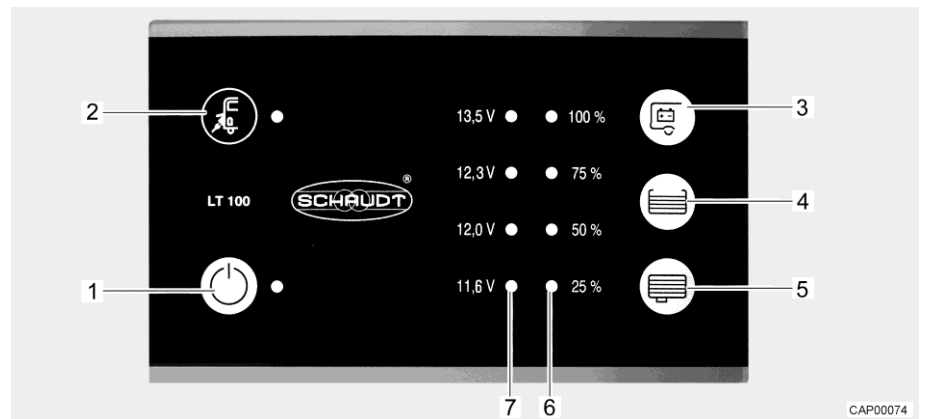

Fig. 31 Panel (LT 100)
El LED amarillo en el símbolo de conexión a la red "  " (Fig. 31,2) estará iluminado mientras que el vehículo esté conectado a una alimentación de red externa. Entonces, el LED también estará iluminado al estar el panel desconectado.
El interruptor principal de 12 V (Fig. 31,1) conecta y desconecta el panel y la alimentación de 12 V del habitáculo.
Conectar: ■ Pulsar el interruptor "☺" (Fig. 31,1): La alimentación de 12 V del habitáculo está conectada. El LED está iluminado de color verde.
Desconectar: ■ Volver a pulsar el interruptor "☺" (Fig. 31,1): La alimentación de 12 V del habitáculo está desconectada. El LED se apaga.
La serie de LED (Fig. 31,7) indicará la tensión de batería de la batería del habitáculo del modo siguiente:
Indicar la tensión de batería: ■ Pulsar la tecla "☺" (Fig. 31,3): Indica la tensión de la batería del habitáculo.
La serie de LED (Fig. 31,6) indicará el nivel de llenado del depósito de agua potable o del depósito de aguas residuales.
- Pulsar la tecla "☰" (Fig. 31,4): Los LED iluminados indicarán el nivel de llenado del depósito de agua potable.
- Pulsar la tecla "☷" (Fig. 31,5): Los LED iluminados indicarán el nivel de llenado del depósito de aguas residuales.